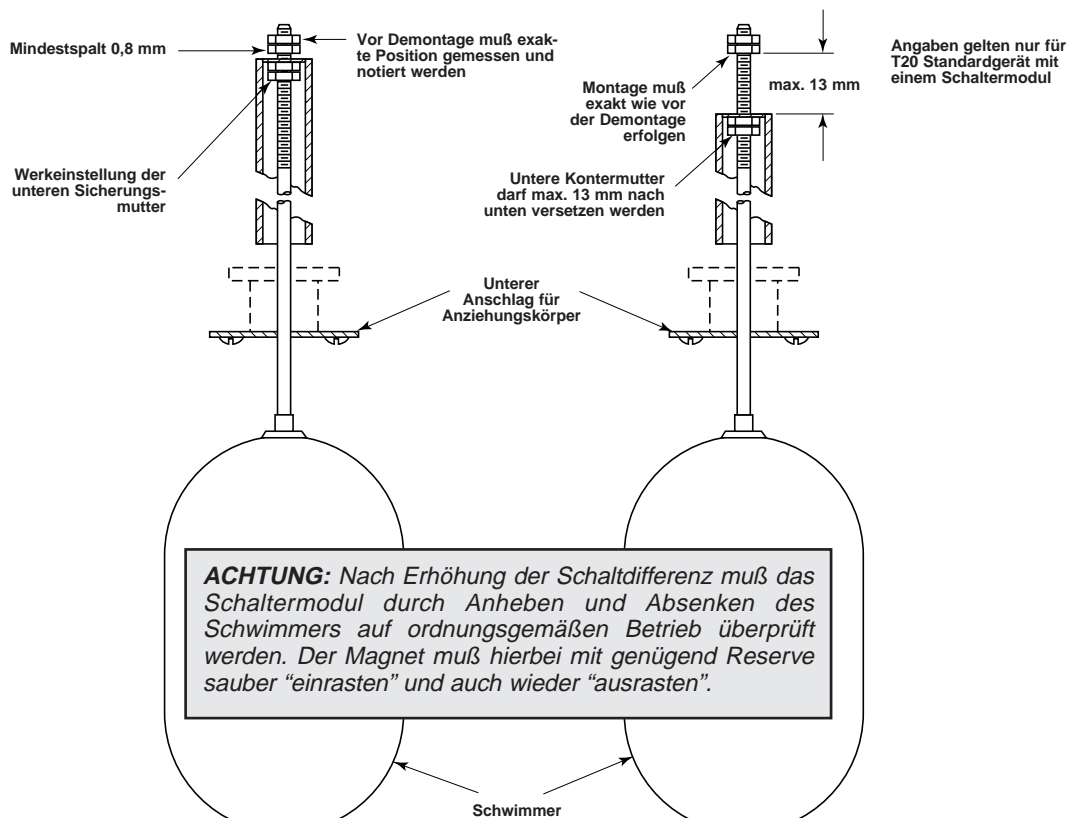

Abb. 4
6. Die Schaltdifferenz kann jetzt vor Ort bis max. 13 mm geändert werden (Siehe **Abb. 5**), darf jedoch niemals geringer als 0,8 mm sein (Siehe **Abb. 4**).